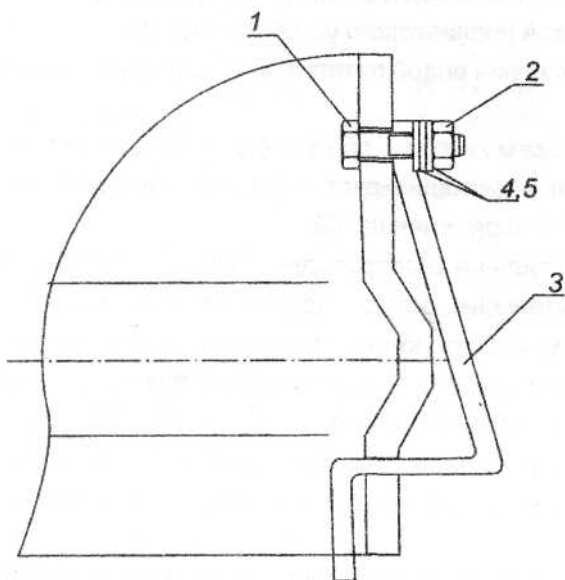

Рисунок 6 — Схема заземления:
6.4 При подключении три фазных провода от сети присоединить к клеммам блока зажимов, а в отверстие диаметром 6,4 мм на кожухе, отмеченное знаком "ЗЕМЛЯ", ввести провод от заземляющего устройства или контура заземления и заземлить (рисунок 6)